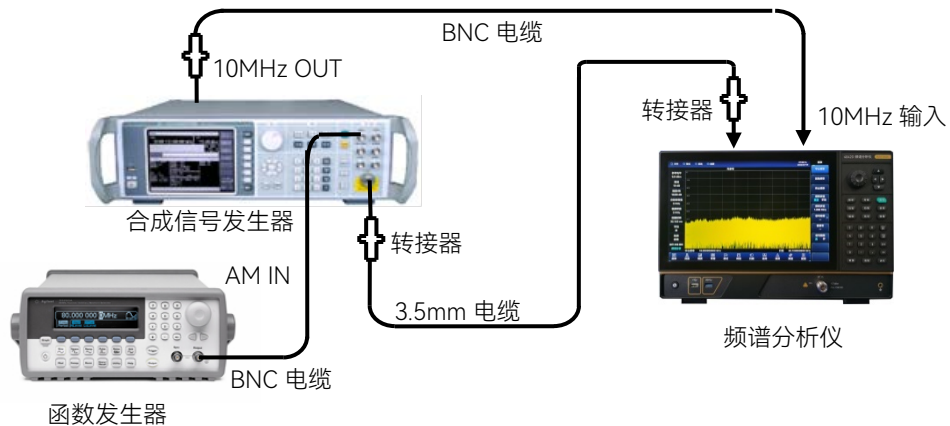

图 15.5 扫描时间准确度测试设置
1) 如图 15.5 连接测试设备，函数发生器的输出接到信号发生器的调幅输入端，信号发生器的射频输出接到待测频谱分析仪的射频输入端，合成信号发生器为频谱分析仪提供频率参考；